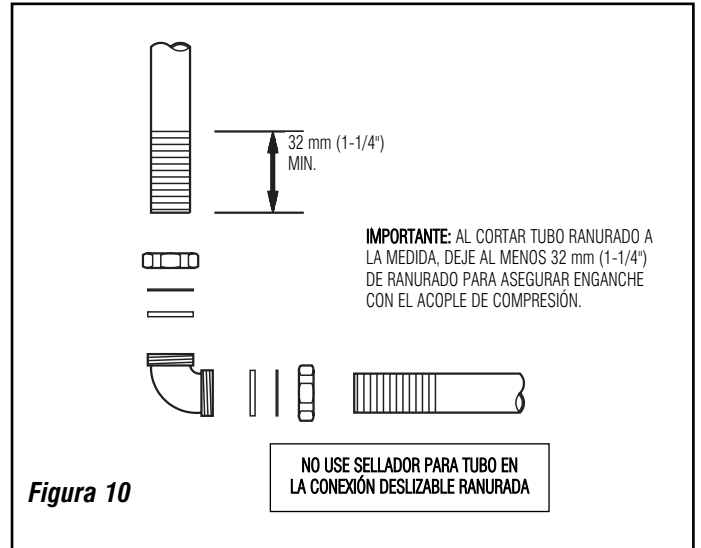

Figura 10
### Paso 3 — Instale la Conexión de Descarga de Rompe-Vacío (Figura 10)
**Nota:** Al cortar tubo ranurado a la medida, deje al menos 32 mm (1-1/4") de ranurado para asegurar enganche con el acople de compresión. Vea la Figura 10.